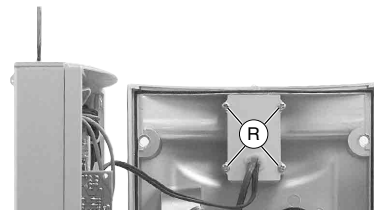

Fig. 8
- 4 Schrauben (R) (Fig. 8) herausdrehen und Abdeckung mit Netzschalter-Platte abnehmen.
- Undo 4 screws (R) (Fig. 8) and remove the cover with mains switch board.